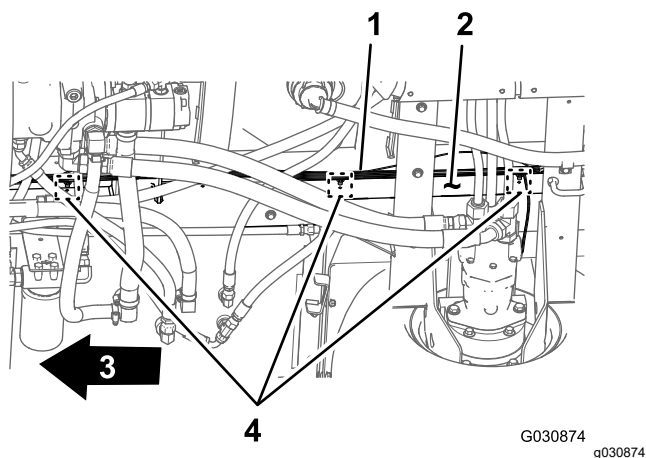

Рисунок 21
3. Снимите 3 вставных держателя, которые крепят задний жгут проводов к отверстиям в правой трубе рамы машины (**Рисунок 21**).